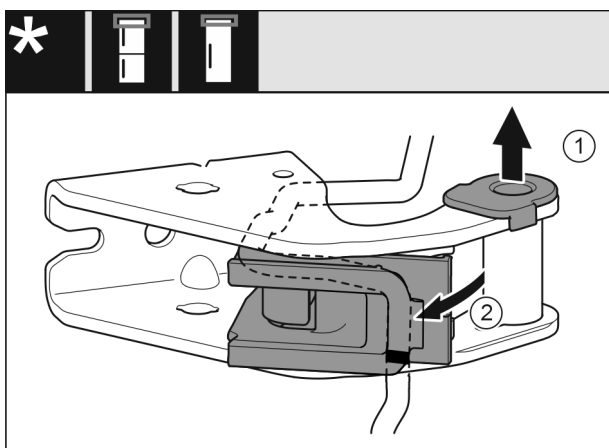

Fig. 26
- ▶ Dra ut lagerbusningen ur hålen. Fig. 26 (1)
- ▶ Vrid ut kabelhållaren. Fig. 26 (2)